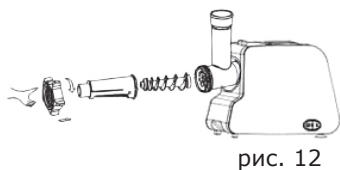

рис. 12
- 7.6.4 Установите фиксирующее кольцо и затяните его (Рис.12).